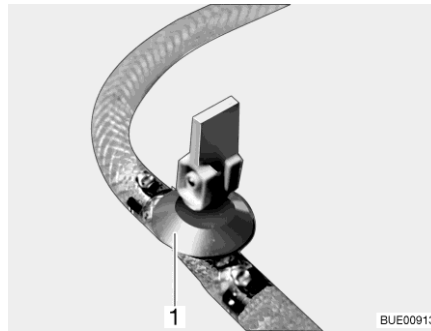
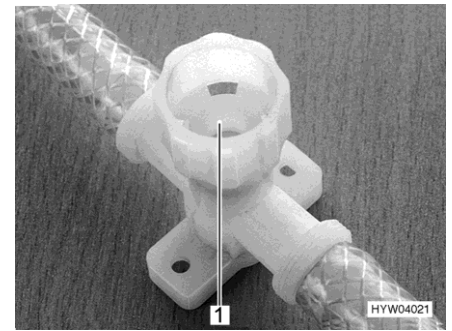

Bild 261 Avtappningskran (med vipparm)
Bild 262 Avtappningskran (med vred)
- Stäng alla avtappningskranar. Ställ för detta avtappningskranens vipparm (Bild 261,1) vågrätt eller vrid avtappningskranens kran (Bild 262,1) medurs.